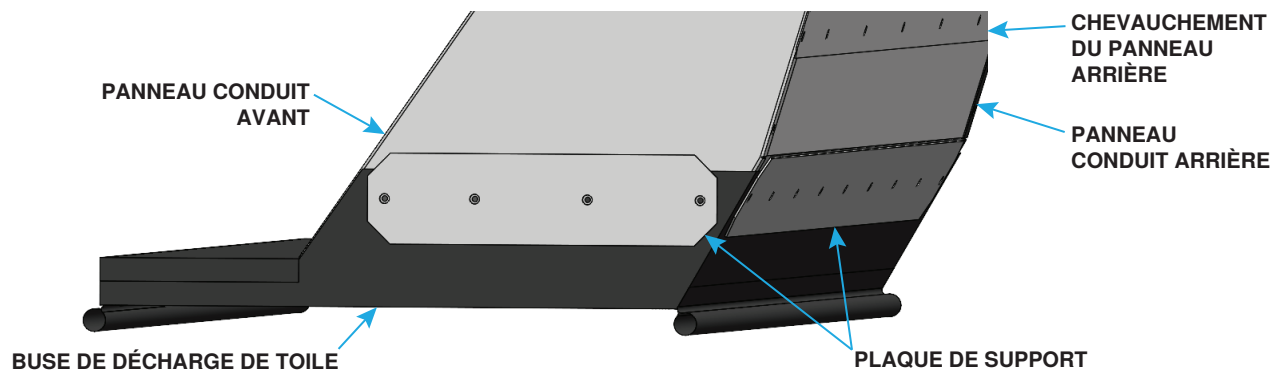

Figure 7. Conduit de décharge et buse de décharge de toile
- À l'aide de vis #10, installez le conduit d'évacuation au bas de l'unité comme suit (voir Figure 7). Assurez-vous que le panneau arrière de l'unité chevauche les panneaux de conduit arrière et latéraux comme illustr.
- Installez et fixez la buse d'évacuation de la toile (voir Figure 7) au conduit à l'aide de plaques d'appui et de vis #10.